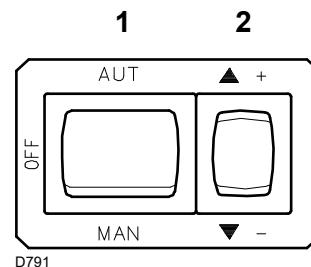
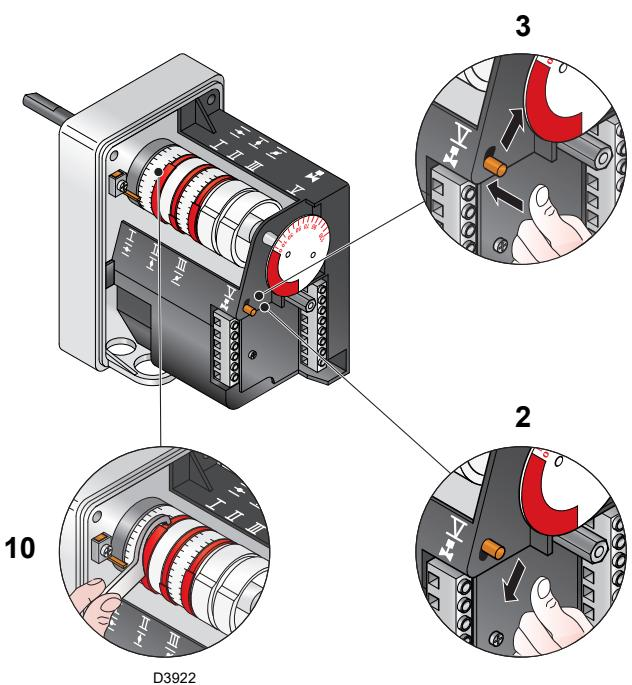

图 27
图 29
闭合温控 / 压力开关，将图 27 中所示开关置于“MAN”位置。
现按按钮 2)(图 27)，增大出力直至伺服马达开启风门阀，同时开启燃气蝶阀。
将按钮 2)(A)(图 27)，降低出力直至伺服马达关闭风门阀及燃气蝶阀至 65° 角（工厂预设位置）。
- 如需减小供气量，可依次逐步减小凸轮 III(图 29) 的角度 65° 至 63° 至 61°...。
- 如需增加供气量，按按钮 2)(A)(图 27)，增大出力（如将燃气蝶阀角度增大 10-15°），逐步增大凸轮 III(图 29) 的角度至如 65° -67° - 69°...。
按下按钮 2)(图 27) 增大出力直至伺服马达旋转 15°。调节螺丝至最优燃烧状态。接着以同样的方式调节其它螺丝。注意要逐渐改变凸轮廓线。
用开关 1)(图 27) 置于“OFF”位置，将燃烧器停机，按下按钮 3) 并将其向右移动，使伺服马达和凸轮 4) 脱开，同时手动前后旋转凸轮 4，检查确认整个滑动过程平稳无阻滞。